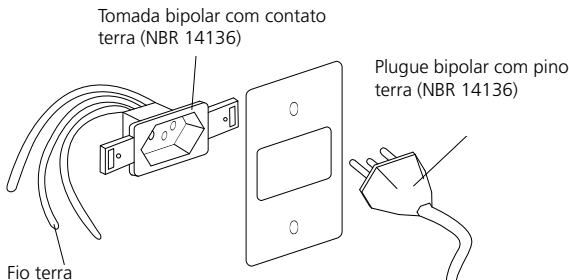

Fig. 8
- Ligar o cooktop em uma tomada bipolar com contato terra de 20 A, 3 pinos redondos (diâmetro dos pinos 4,8 mm) devidamente aterrada (NBR 14136) (fig. 8), exclusiva, de fácil acesso, em excelente estado, dimensionada de acordo com o circuito de proteção.